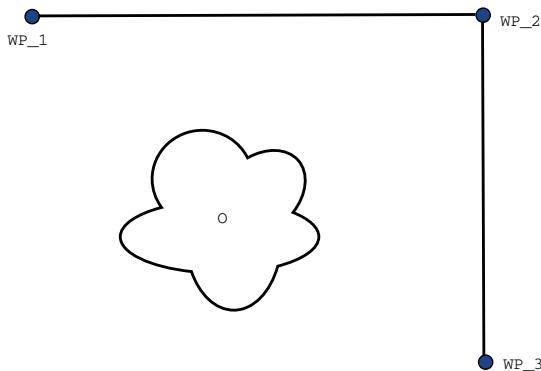

Figura 14.2: WP\_1: posición inicial, WP\_2: punto de la ruta, WP\_3: posición de recogida, ○: obstáculo.
**Ejemplo** Tomemos como ejemplo una aplicación de carga y descarga (consulte figura 14.2), en la que el robot se encuentra en ese momento en el punto de paso 1 (WP\_1) y necesita recoger un objeto en el punto de paso 3 (WP\_3). Para evitar colisiones con el objeto y otros obstáculos (○), el robot debe aproximarse a WP\_3 en la dirección procedente del punto de paso 2 (WP\_2). Por ello, se introducen tres puntos de paso para crear una trayectoria que cumpla estos requisitos.